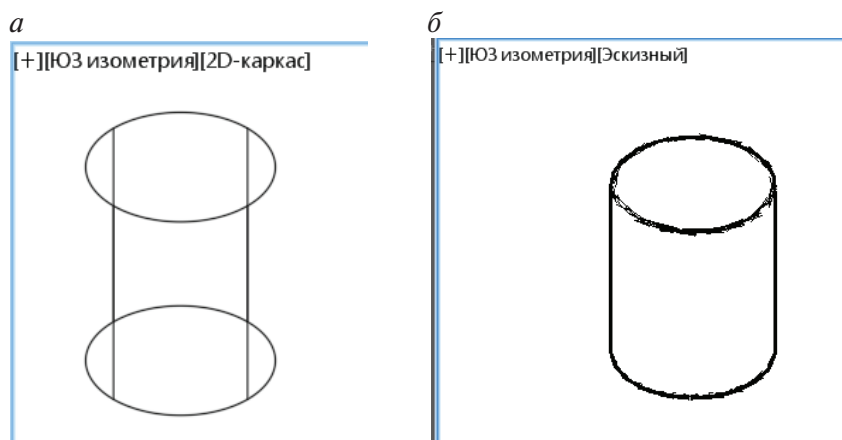

Рис. 1.3.23. Визуальные стили 3D-моделей:
3. Метка [2D-каркас] называется **Управление визуальными стилями** и предоставляет доступ к стандартным и пользовательским визуальным стилям *AutoCAD*. **Визуальные стили** используются при моделировании 3D-моделей (рис. 1.3.23). Подробнее с визуальными стилями 3D-моделей познакомимся в разделе 3D-моделирование.